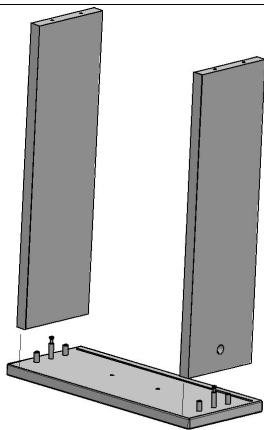

Рис. 11
4.2.2. На сборку по п. 4.2.1. установить боковину ящика правую (поз. 10), боковина ящика левую (поз. 9) (см. рис. 11). В отверстия боковин вставить эксцентрик EC03ZL/18 (поз. 18) (рис. 11а) стрелкой в направлении стенки передней и повернуть эксцентрик по часовой стрелке 180° max. (См. рис. 11а, 11б)
Рис. 11а
Рис. 11б